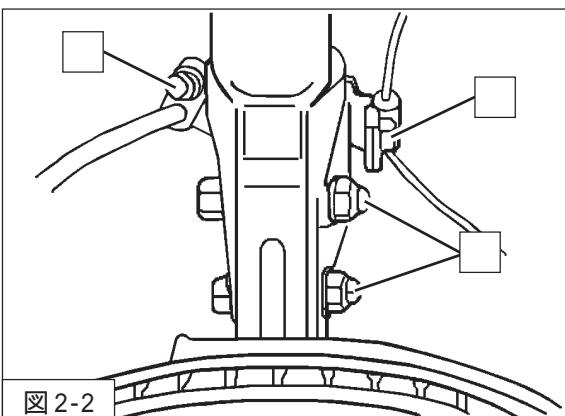

図 2-2
2. ダンパーロア取付ボルト・ナット(締付トルク: 155~195N·m)を取付けてください。(図2-2)
ブレーキホース取付ボルト(締付トルク: 23~43N·m)を取付けてください。(図2-2)